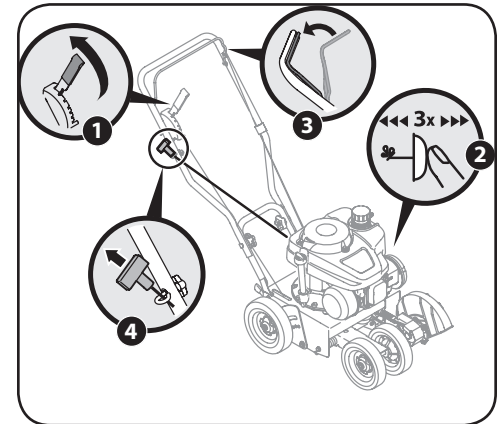

Figura 4-2
2. Empuje el cebador tres veces. Vea la Figura 4-2. No cebe el motor caliente para reiniciarlo luego de una detención breve.
4. Con la mano derecha, tome la manija del arrancador de retroceso y tire de la cuerda para sacarla con un movimiento rápido y continuo. Vea la Figura 4-2. Mantenga firme la manija del arrancador, deje que la cuerda regrese lentamente al arrancador. Repita hasta que el motor esté en marcha. Deje que la cuerda se enrosque lentamente de regreso.